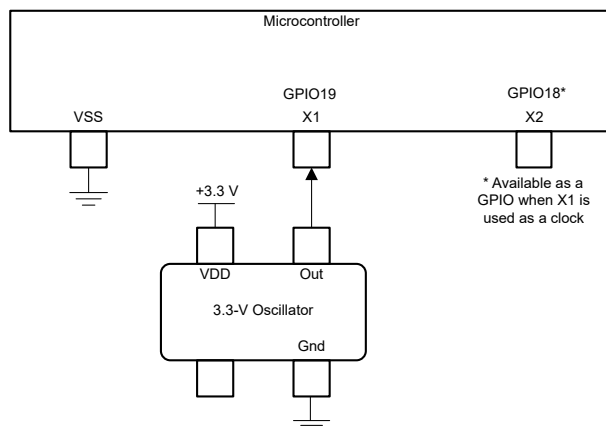

図 6-14. シングルエンド 3.3V 外部クロック
- シングルエンドの 3.3V 外部クロック。図 6-14 に示すように、クロック信号を X1 に接続し、XTALCR.SE ビットを 1 に設定する必要があります。